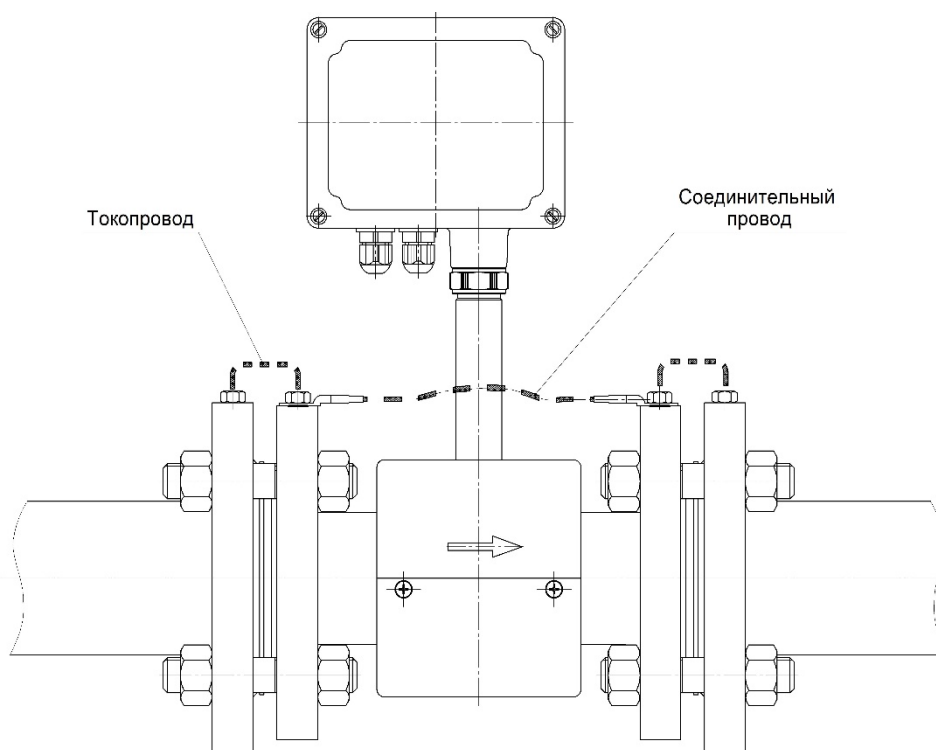

Рисунок 4 – Электрическое соединение фланцев преобразователя
2.2.15 После установки преобразователя на трубопровод соединить каждый его фланец с ответным фланцем трубопровода с помощью токопроводов (рисунок 4). Для исполнения типа «сэндвич» соединительный шунтирующий провод не требуется.